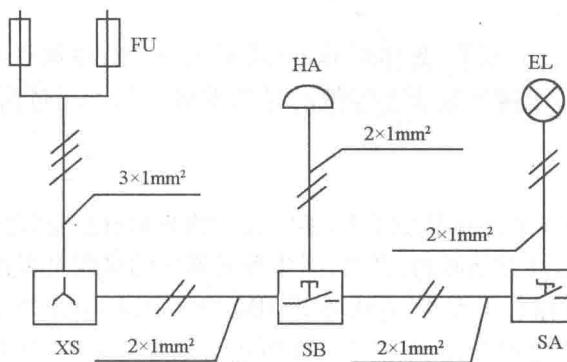

图 1-17 白炽灯、门铃、插座照明线路布置图
- (1) 确定施工方案:照明线路应根据不同的场合、容量来选择合适配线方式。
- (2) 准备施工:根据确定的施工方案及布置图准备施工材料及工具。
- (3) 定位:根据布置(图 1-17),确定电源、开关、灯座的位置,并做好记号,根据确定的位置和线路走向划线,并根据电路图确定每一条线上导线的根数。